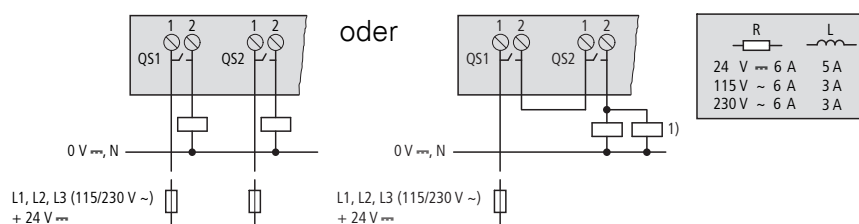

Abbildung 15: Relais-Ausgänge ES4P-221-DR...
- serielle Verschaltung von zwei QS-Ausgängen (ES4P-221-DR...), → Abbildung 15 auf Seite 41.